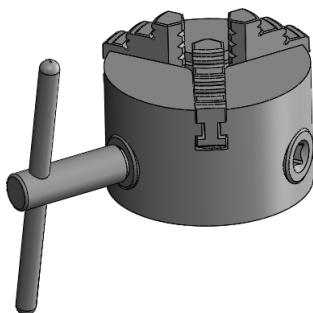

图 11-55 自定心卡盘素材文件
(1) 本操作题使用与前面实例相同的素材, 如图 11-55 所示。打开本书提供的素材文件“自定心卡盘.SLDASM”, 然后尝试创建自定心卡盘工作的动画。